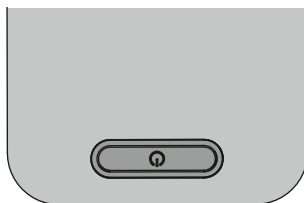

Fig. 5: Touche.
- ▶ Appuyez sur la touche, voir Fig. 5.
Appuyez sur la touche et tenez-la appuyée, voir Fig. 5.